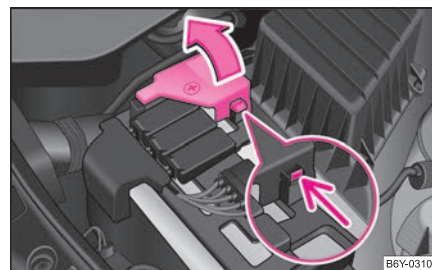

Fig. 145 Batterie:
- Débloquez le verrouillage sur le côté du pôle positif de la batterie ⇒ fig. 145.